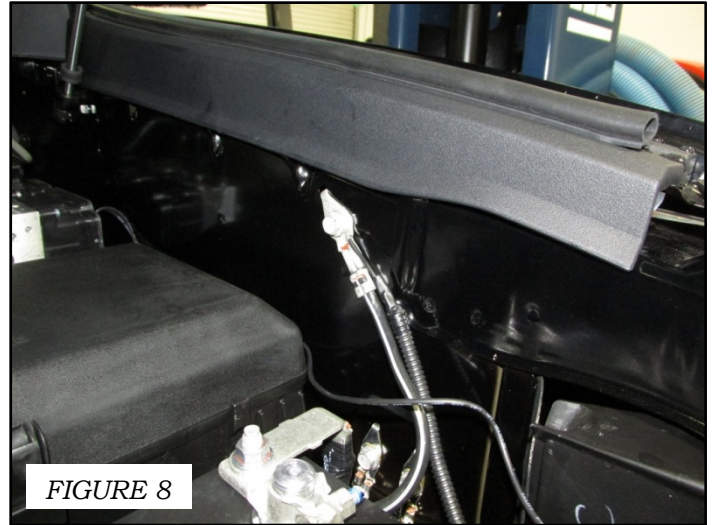

FIGURE 8
1. LOOSEN THE CHASSIS GROUND BOLT TO THE RIGHT OF THE FUSE BOX AND INSERT THE SPADE TERMINAL OF THE BLACK GROUND HARNESS (FROM THE 3-PIN CONNECTOR). TIGHTEN THE GROUND BOLT. FIGURE 8